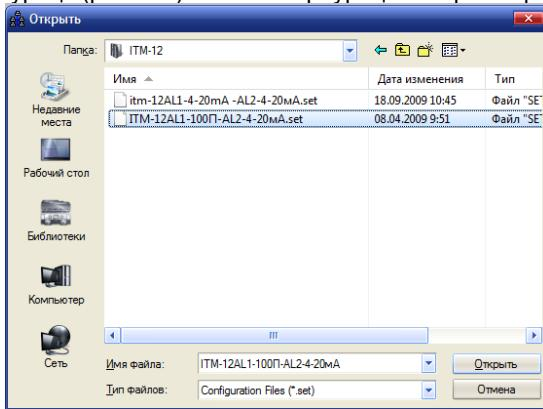

Рисунок 3.9 Меню вибору раніше створеної конфігурації
2. Вибрати файл конфігурації (рис. 3.9). Файл конфігурації має розширення *.